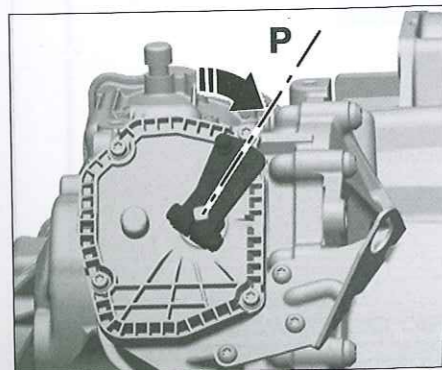

Fig. 2
- Llevar la palanca del eje de mando en la caja de velocidades a "P" (Fig.2).